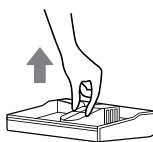

Fig. 25
2. Risciacquare il vassoio di pulizia con acqua, lasciarlo asciugare e inserirlo di nuovo nella base di ricarica. [Fig. 25]